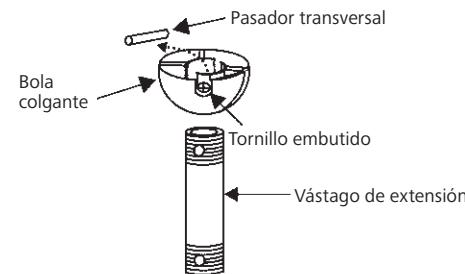

Fig. 8
Paso 5. Retire la bola colgante del ensamblaje del vástago de extensión aflojando el tornillo embutido, desatornillándolo y retirando el pasador transversal y desatornillando la bola del vástago. (Fig. 8)